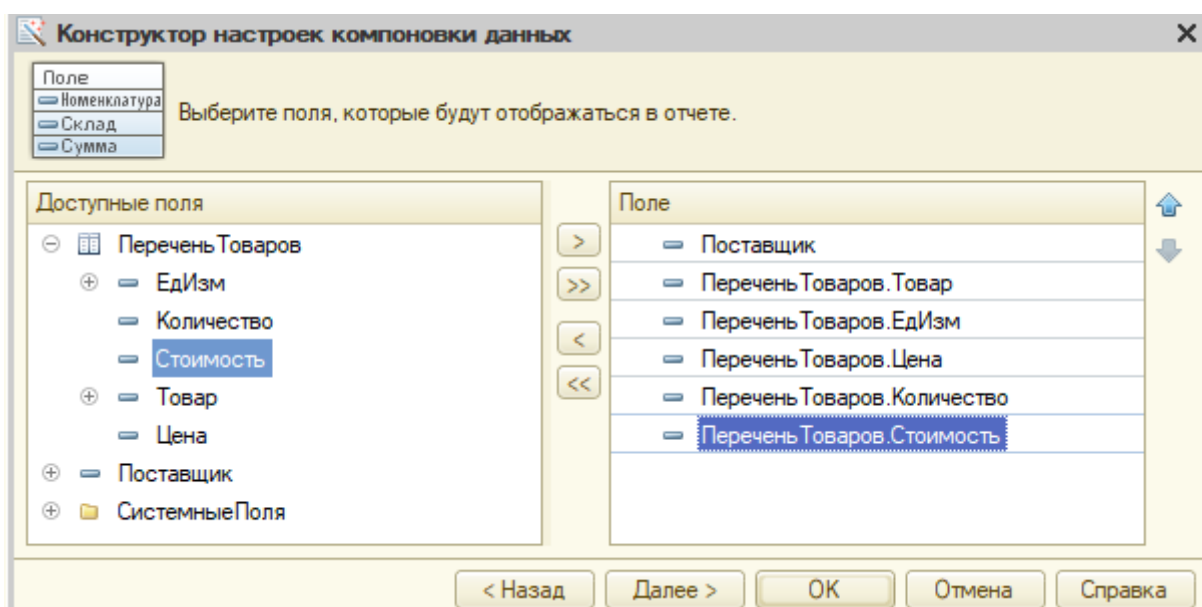

Рисунок 2.16 – Выбор полей для отображения в отчете
- 10 В очередном окне выберите поля для отображения в отчете: из области **Доступные поля** перенесите в область **Поле** поля **Поставщик**, **Товар**, **ЕдИзм**, **Цена**, **Количество**, **Стоимость** (рисунок 2.16). Нажмите **Далее**.